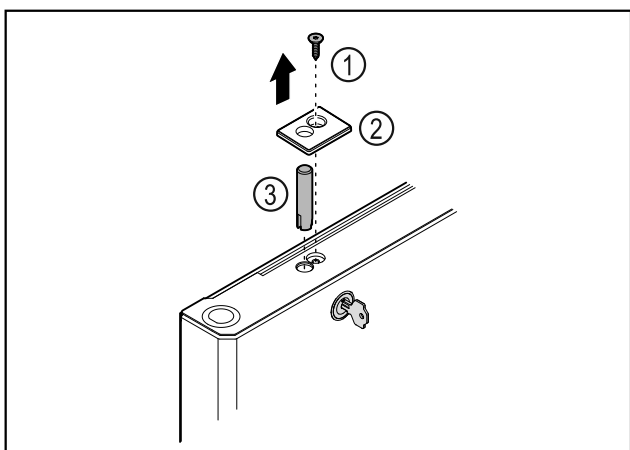

Fig. 37
▶ Извлеките винт Fig. 37 (1).
▶ С помощью небольшой отвертки освободите крышку Fig. 37 (2) от фиксации и снимите ее.
▶ Извлеките запорный палец Fig. 37 (3).